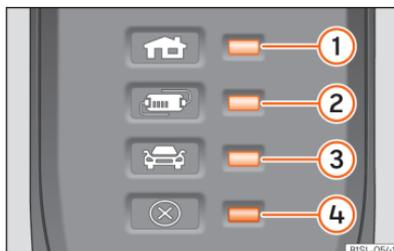

Fig. 62 No cabo de carregamento para tomadas de corrente: Luzes de controlo do dispositivo de proteção.
»» Fig. 62:
O dispositivo de proteção eletrônico »» Fig. 62 faz com que o conector de carregamento permaneça sem corrente até se ligar na tomada de carregamento do veículo.
Uma ou várias luzes de controlo »» Fig. 62 1, 2 o 3 acendem a verde.
»» Fig. 62
»» Fig. 62 ①, ② ligados, ③ pisca lentamente »» Página 87	A bateria de alta tensão está a carregar-se.
①, ② e ③ ignições	O processo de carregamento terminou. A bateria de alta tensão está carregada.
»» Fig. 62 ①, ④ piscam	O conector para a habitação aqueceu muito.
②, ④ piscam	O dispositivo de proteção foi aquecido muito.
Se o processo de carregamento continuar com uma corrente inferior, além do indicador de funcionamento, pisca a luz de advertência »» Fig. 62 ④ a vermelho.
- Se voltar a ocorrer um desligamento ou redução da corrente de carregamento e a causa não parece ser a exposição a uma fonte de calor externa, observe que luz de controlo verde pisca »» Fig. 62. Para a verificação do cabo de carregamento, dirija-se a um concessionário SEAT. Para a verificação da ligação da infraestrutura, dirija-se a um estabelecimento especializado em instalações elétricas.
Se a luz de advertência ④ vermelha piscar ou acender sem que se acenda por sua vez de forma permanente uma luz de controlo »» Fig. 62 ①, ② ou ③ o indicador de funcionamento, há uma avaria.
»» Fig. 62 ① pisca, ④ aceso ou pisca	Falha no fornecimento de corrente.
② pisca, ④ aceso ou pisca	Falha no dispositivo de proteção.
③ pisca, ④ aceso ou pisca	Falha no veículo.